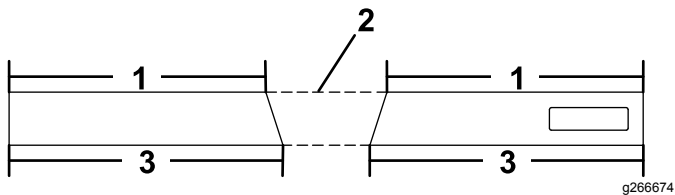

Figura 3
1. Corte la banda como se indica en la Figura 3 usando las especificaciones de su quitanieves indicadas a continuación: